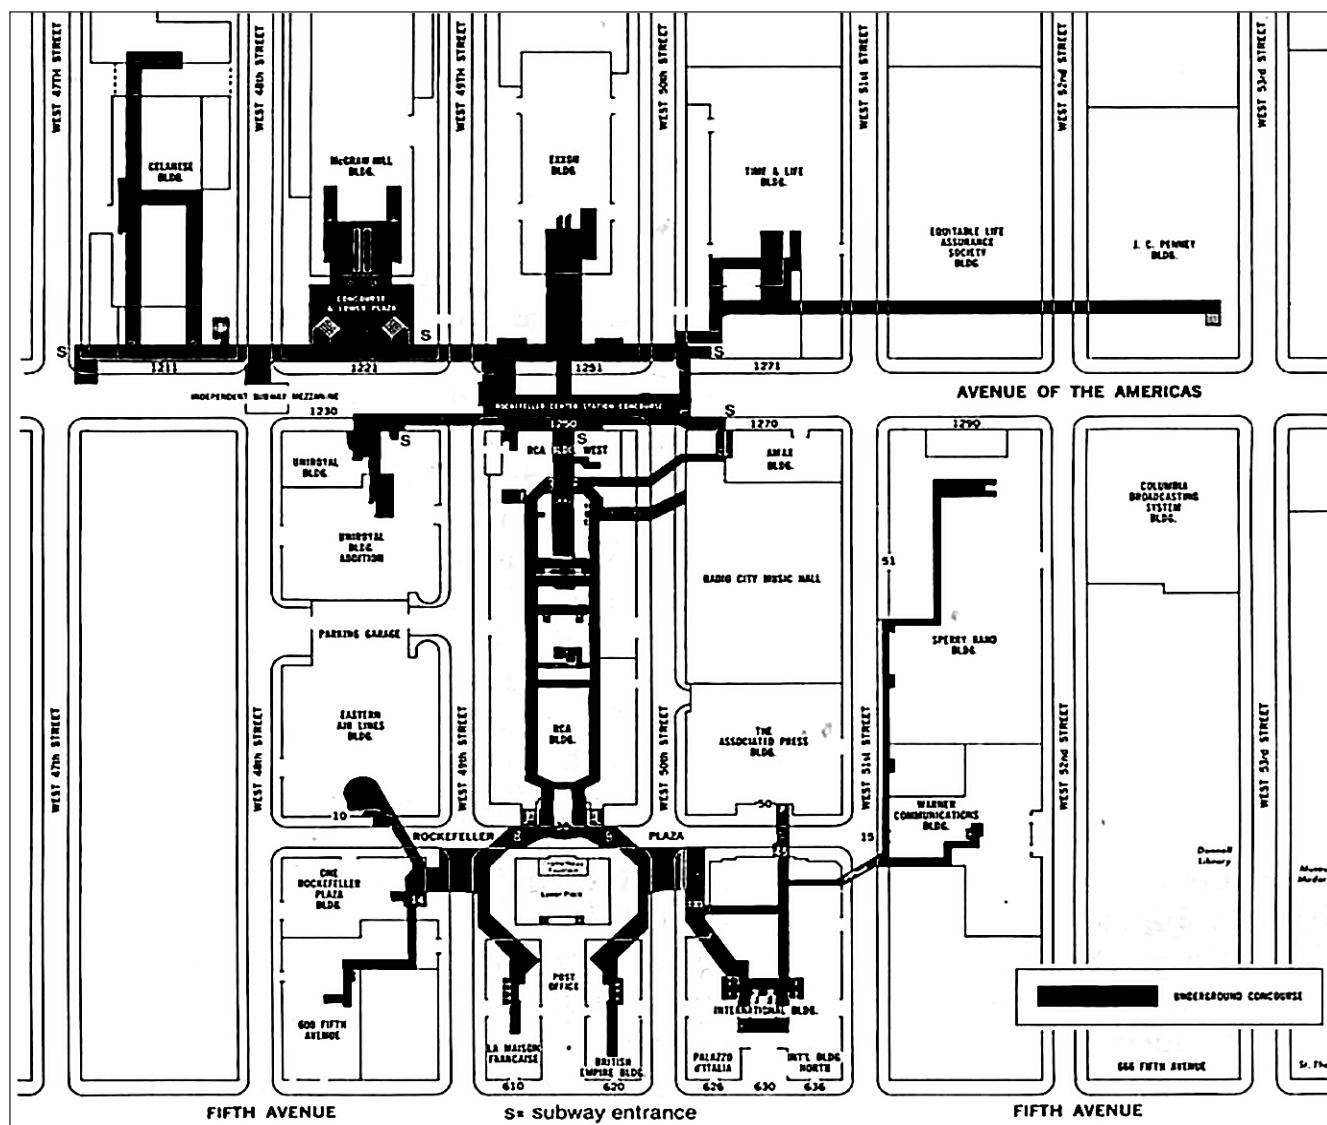

Рис. 15. Подземные переходы в Рокфеллер-центре.
**Рокфеллер-центр** – большой комплекс, состоящий из 19 коммерческих зданий между 48-й и 51-й улицами с севера на юг в центре Манхэттена и 5-й и 6-й авеню с востока на запад. Он служит примером использования подземного пространства для размещения больших подземных полостей. Построенные как единое целое, здания расположены в шести кварталах по три блока, выходящих на авеню. Основная застройка происходила с 1931 по 1939 годы. Позднее строились другие здания, примыкающие к центральному комплексу. Кроме собственно зданий центр содержит другие архитектурные элементы: площади, сады на крышах, произведения изобразительного искусства (рис. 15).